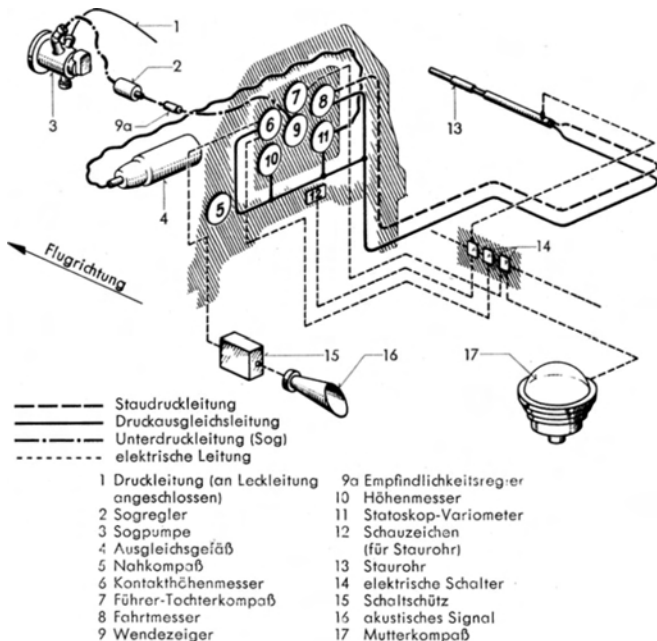

Abb. 4 Lageplan der Flugüberwachungs- und Navigationsanlage
An der linken Führerraum-Seitenwand am Spant 2 sind der Druckmesser für das Drucköl der Landeklappenbetätigung (7) und der Druckmesser für das Drucköl der Höhenflossenbetätigung (8) angeordnet. Aus dem „Lageplan der Flugüberwachungs- und Navigationsanlage“ Abb. 4 ist die Lage der Geräte und deren Anschluß an die Unterdruck-anlage zu ersehen.
Die in dem kleinen Gerätebrett angeordneten Geräte für Flugüberwachung und Navigation sind aus dem Lageplan der Abb.4 zu ersehen.
Der Fein-Grob-Höhenmesser ist in der mittleren elastischen Gerätetafel eingebaut. Der Anschluß an die Druckausgleichsleitung vom Staurohr ist aus dem Lageplan der Abb. 4 zu ersehen.